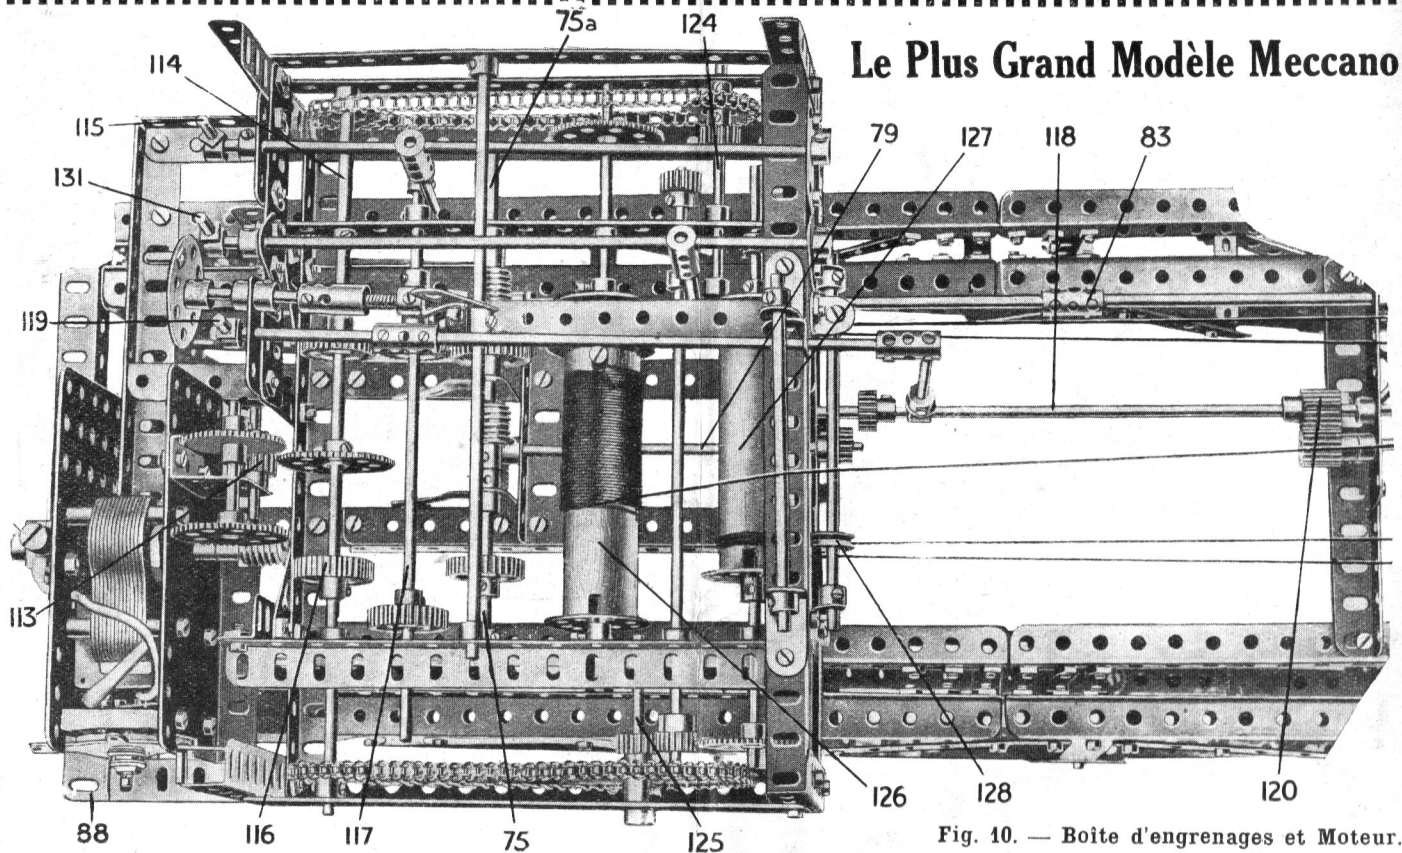
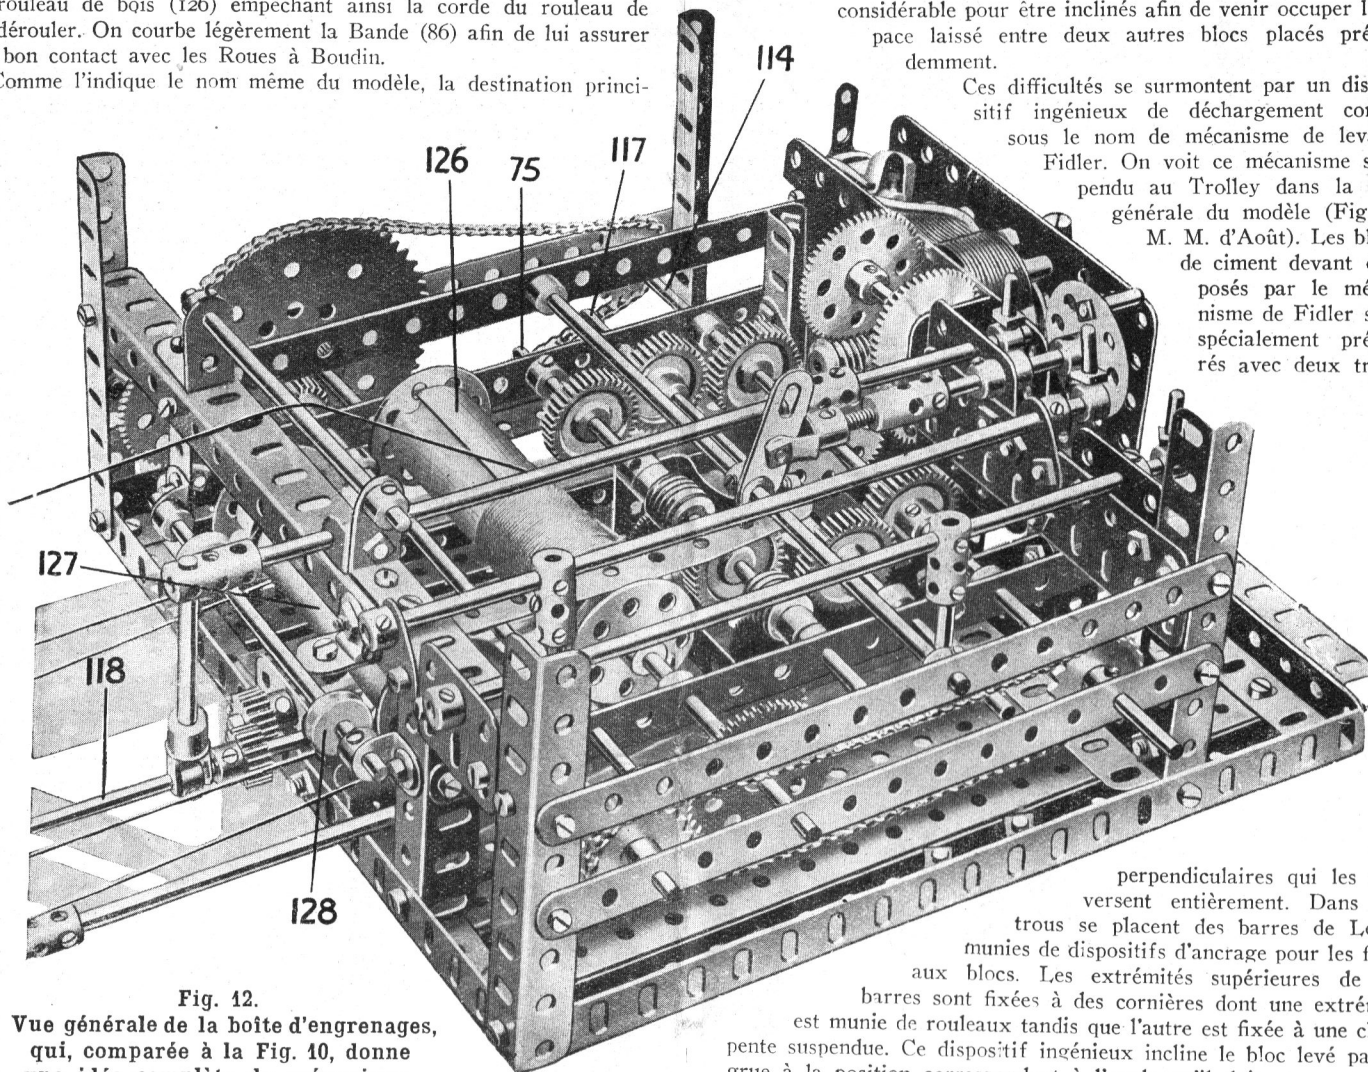

Fig. 10. — Boîte d'engrenages et Moteur.
Fig. 12.
Le cadre de la boîte à engrenages est construit d'après la Fig. II et doit être monté à l'extrémité de la flèche par des Ecrus et Boulons et le complément du mécanisme doit y être ajouté. Le Moteur Électrique est boulonné aux Cornières (64, 88, 88a) (Fig. 10 et 11). Une Vis sans Fin fixée à l'arbre de l'induit du Moteur entraîne une Roue Dentée de 57 dents sur une Tringle de 5 cm. passée dans un Support en « U » sur une des flasques du Moteur, et une Roue de 50 dents sur la même Tringle engrener avec un Pignon de 19 mm. (113) qui à son tour engrener avec une Roue de 57 dents sur la Tringle
(114) fig. 10. Cette Tringle qui ne cesse de tourner peut ainsi transmettre l'action du Moteur aux Tringles (75 et 75a) (qui, comme on l'a fait remarquer précédemment, se rencontrent dans la Vis sans Fin 77) lorsqu'on manœuvre la Cheville Filetée 115. De cette façon, un Engrenage de 25 mm. monté sur la Tringle 117 peut engrener simultanément avec l'Engrenage de 25 mm. (116) et l'Engrenage de 25 mm. disposé sur la Tringle 75. Le Mouvement est ensuite transmis par l'intermédiaire des engrenages indiqués à la Fig. 12 au Pignon de 12 mm. sur l'extrémité extérieure de la Tringle (79). Un Pignon de 12 mm. sur la Tringle (118) peut engrener avec ce Pignon de 12 mm. lorsqu'on tire la manivelle (119), ce qui oblige le Pignon de 12 mm. (120) à faire tourner un Pignon semblable sur la Tringle (121). En se reportant à la Fig. 7 (voir M. M. de Septembre), on verra que cette Tringle commande le mouvement de la grue par l'intermédiaire de l'Engrenage Conique (122) et les engrenages déjà décrits dans la section se rapportant au bâti.
à-dire vers la gauche, ce qui engage un Engrenage de 25 mm. entre des engrenages semblables sur les Tringles 114, 75a. La Tringle (75 a) qui tourne dans ces conditions entraîne l'Accouplement (83) par l'intermédiaire d'une Vis sans Fin et d'une Roue dentée de 50 dents montrée à la Fig. 12 par une Tringle verticale 123 et par deux Engrenages Coniques de 22 mm. La petite Roue dentée à roulement à rouleaux, fixée à l'extrémité inférieure d'une Tringle (123) progresse dans la denture du disque supérieur et fait pivoter la flèche de la grue.
qui, comparée à la Fig. 10, donne